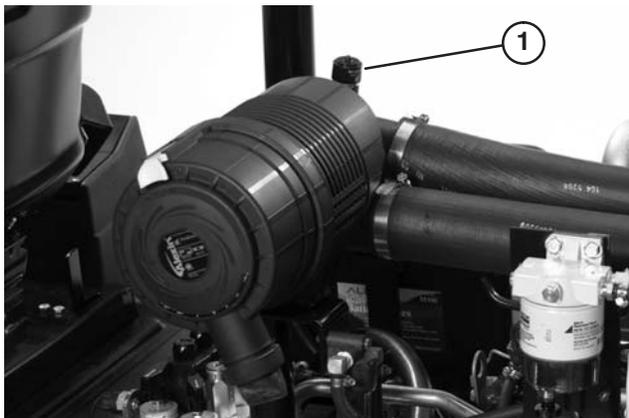

Figure 43
Faites l'entretien des filtres à air quand l'indicateur de colmatage (Fig. 43) est rouge ou toutes les 400 heures (plus souvent s'il y a beaucoup de poussière ou de saleté). N'effectuez pas l'entretien du filtre à air trop souvent.
8. Réarmez l'indicateur de colmatage (Fig. 43) s'il est rouge.